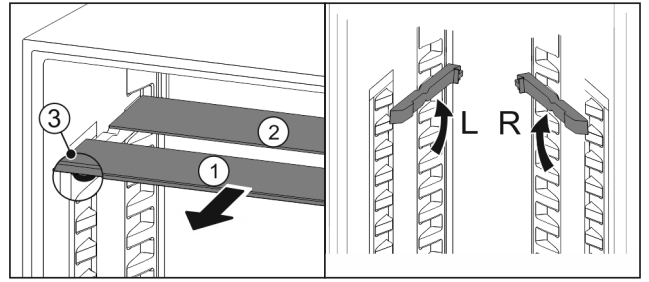

Fig. 154
- estrarre i ripiani di vetro singolarmente tirando in avanti Fig. 154 (1).
- Il piano in vetro Fig. 154 (1) con il motivo ornamentale è nella parte anteriore.
- I fermi Fig. 154 (3) sono rivolti verso il basso.